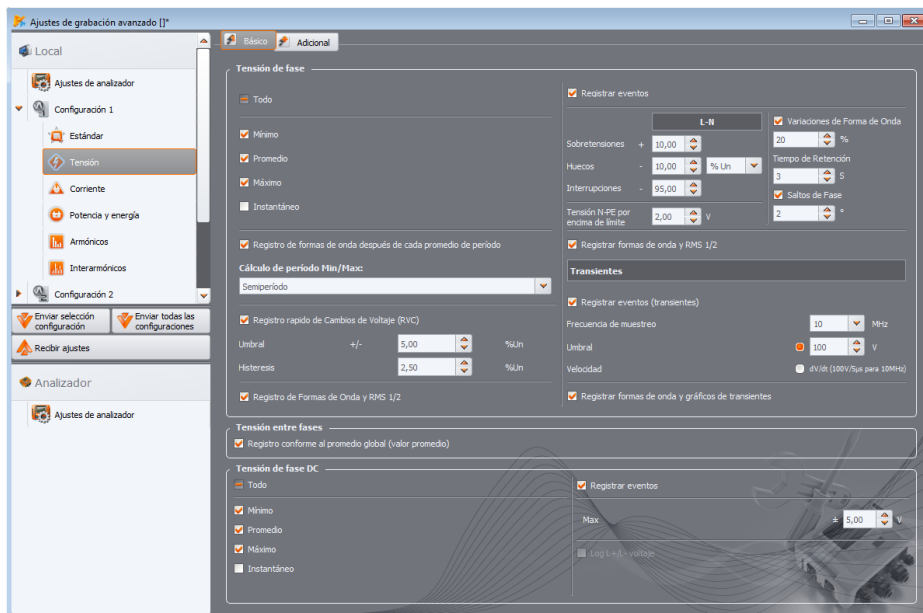

Fig. 23. Ajustes básicos para las mediciones de tensión.
La Fig. 23 muestra los ajustes básicos para el registro de tensiones. Dependiendo del tipo de red, los ajustes se aplican a las tensiones de fases (sistema: monofásico, bifásico, trifásico de cuatro hilos) o de tensiones entre fases (trifásico de tres hilos). Aquí se puede activar el registro del valor medio (**PROMEDIO**), mínima (**MÍNIMO**), máxima (**MÁXIMO**) e instantánea (**INSTANTÁNEO**) de la tensión eficaz y el mismo conjunto de parámetros para la componente continua de tensión (DC). Opción **TODO** elige o borra los cuatro valores.